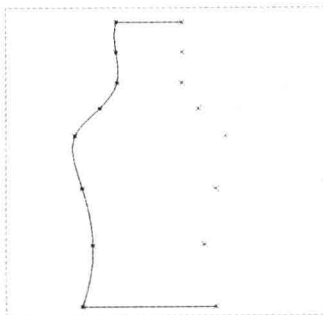

图 2-101 绘制样条曲线 1
Step 03 在绘图区, 以上方直线的左端点为起点, 从上到下依次单击鼠标左键, 并以下方直线的左端点为终点, 单击鼠标中键, 创建一条样条曲线, 如图2-101所示。